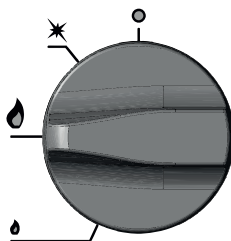

Rysunek 7. Ustawienie pokrętła w którym zasilany przez gaz jest jedynie palnik pilotowy.
- Przekręcić wcisnięte pokrętło w położenie „palnik pilotowy” jak na Rys. 7 (ruch przeciwny do ruchu wskazówek zegara)
- Nie korzystając chwilowo z palnika należy pokrętko nim sterujące przekręcić na pozycję „palnik pilotowy” (Rys. 7)